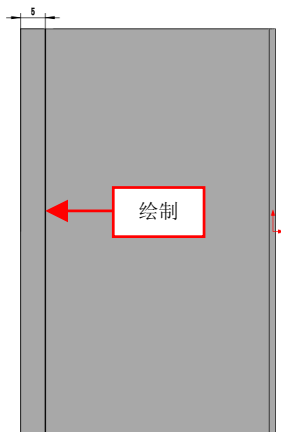

图 13-33 绘制相应的草图
(13) 进入草图绘制环境，绘制相应的草图，如图 13-33 所示。